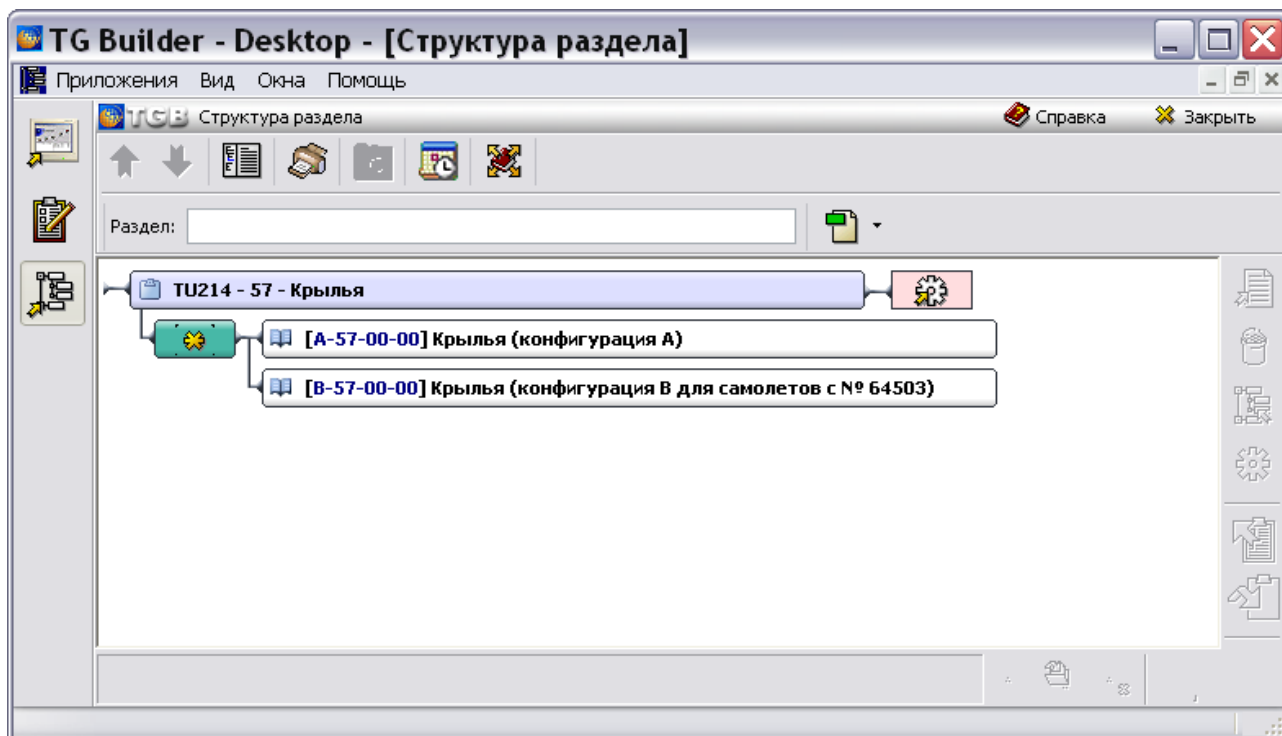
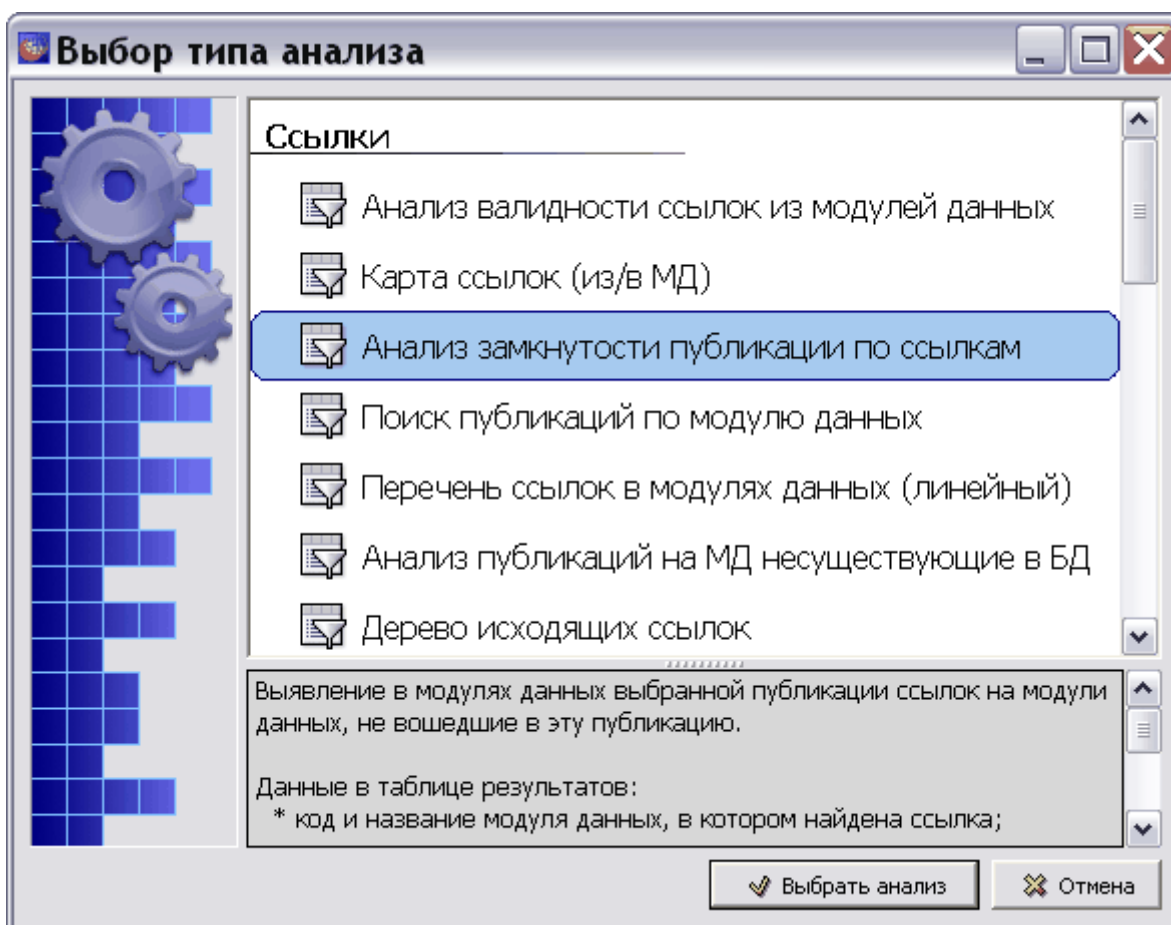

Рис. 24.17
Рис. 24.18. Переход в режим анализа ссылок из публикации
1. В редакторе структуры документа выделите проект (Рис. 24.17) и нажмите на кнопку **Анализ БД** . После этого произойдет переход в подсистему анализа (Рис. 24.18).
2. Укажите тип анализа «Анализ замкнутости публикации по ссылкам» (Рис. 24.18).